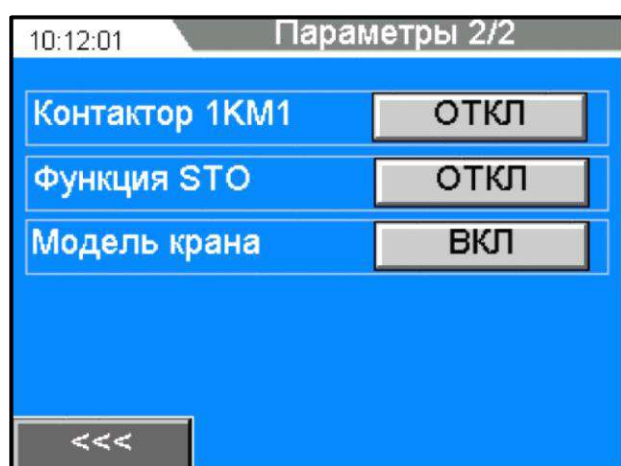

Рисунок 9 – Окно «Параметры 2/2» в ПЛК №1
10.12.57. Перейдите на панели ПЛК №1 в окно «Параметры 2/2» и включите управление контактором 1KM1, нажав на кнопку напротив надписи «Контактор 1KM1» (смотрите рисунок 9). На данной кнопке появится надпись «ВКЛ». В этом же окне ПЛК №1, убедитесь, что функция STO отключена (кнопка напротив надписи «Функция STO»). Убедитесь, что модель крана отключена (кнопка напротив надписи «Модель крана»).
- 10.12.70. Перейдите на панели ПЛК №1 в окно «Параметры 2/2» и отключите управление контактором 1KM1, нажав на кнопку напротив надписи «Контактор 1KM1». На данной кнопке появится надпись «ОТКЛ» (смотрите рисунок 9). В этом же окне ПЛК №1, включите функцию STO, нажав на кнопку напротив надписи «Функция STO». На данной кнопке появится надпись «ВКЛ» (смотрите рисунок 9). Убедитесь, что модель крана отключена (кнопка напротив надписи «Модель крана»).